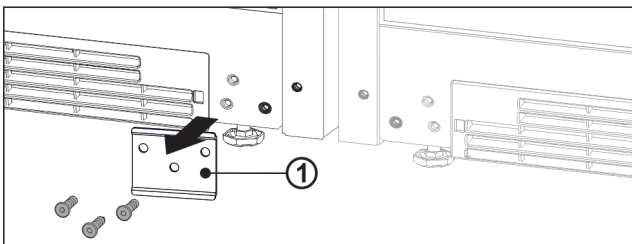

Fig. 13
- ▶ Als de plaat Fig. 13 (1) is vastgeschroefd, deze losschroeven.